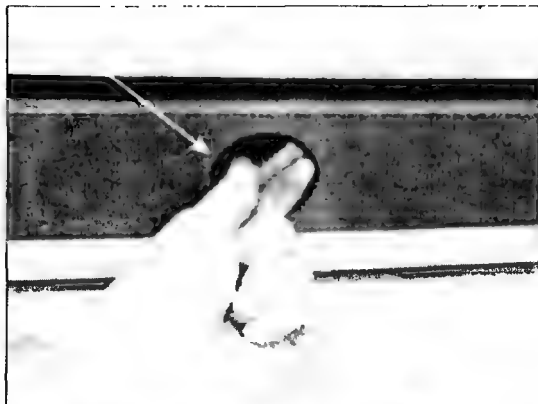

Рис. 4.4
3. Снимают заднюю поворотную стенку: поворачивают фиксатор вправо на пол оборота (рис. 4.4) и вытягивают его.